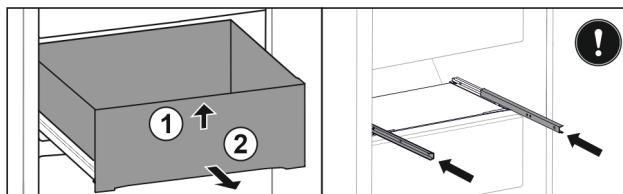

Fig. 147
- Lyft upp utdragslåda framtill. Fig. 147 (1)
- Ta ut utdragslåda genom att dra den framåt. Fig. 147 (2)